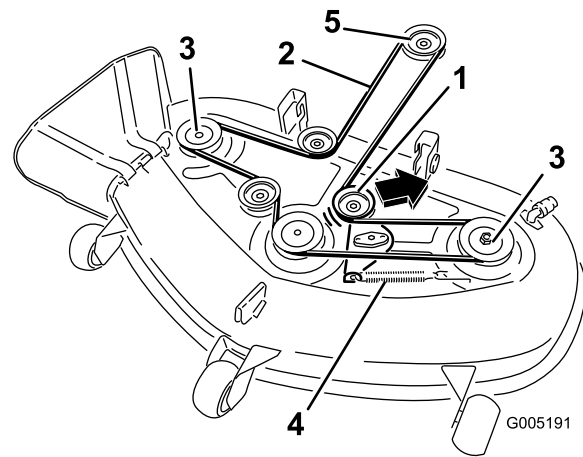

Figura 47
5. Tire de la polea tensora en el sentido que muestra la Figura 47 y retire la correa de las poleas.
6. Pase la correa nueva alrededor de las poleas del motor y del cortacésped (Figura 47).
7. Tire de la polea tensora en el sentido que muestra la Figura 47 y pase la correa por la polea tensora (Figura 47).